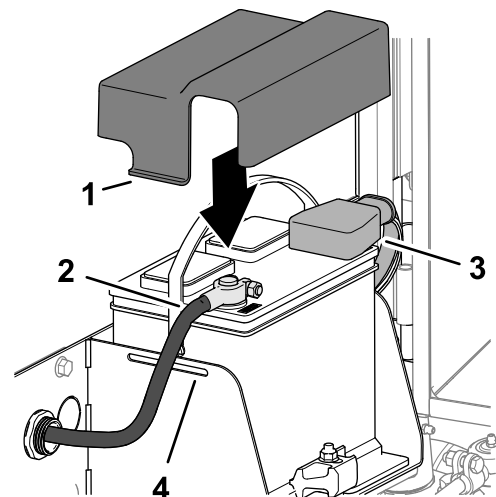

Bild 128
1. Schließen Sie das Pluskabel des Akkus am Pluspol des Akkus an (Bild 128).